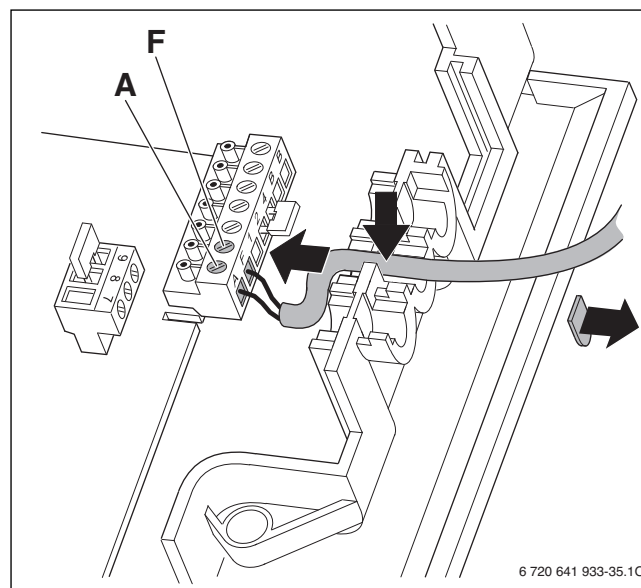

Fig. 45 Câblage électrique de la sonde de température extérieure
- Raccorder le câble de la sonde de température extérieure conformément à la fig. 45.